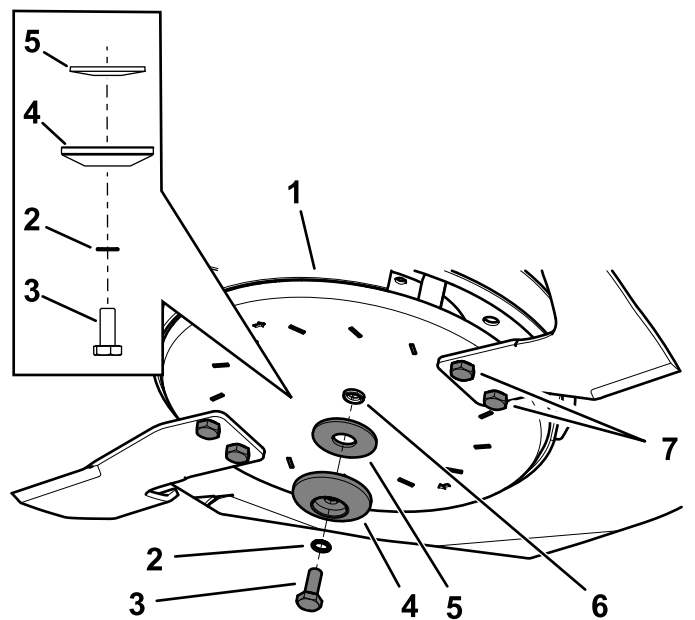

Figura 105
2. Îndepărtați urubul lamei, aiba crestată, elementul de reinere al lamei i aiba curbată de pe arborele axului (Figura 105).
3. Îndepărtați ansamblul lamei (Figura 105).